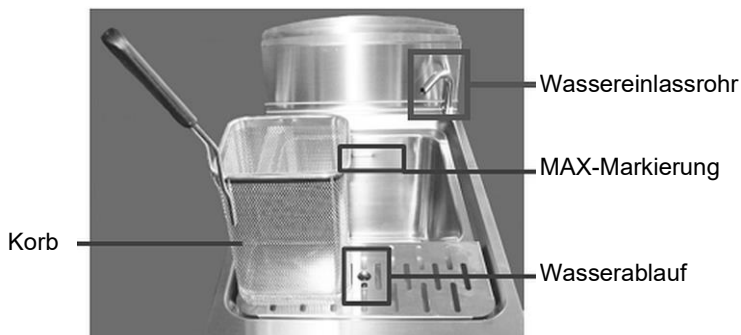

Abb. 12
1. Füllen Sie das Becken über den entsprechenden Wasserzulaufhahn (Abb. 13) auf der Bedienblende bis zur MAX-Markierung (Abb. 12) mit Wasser.